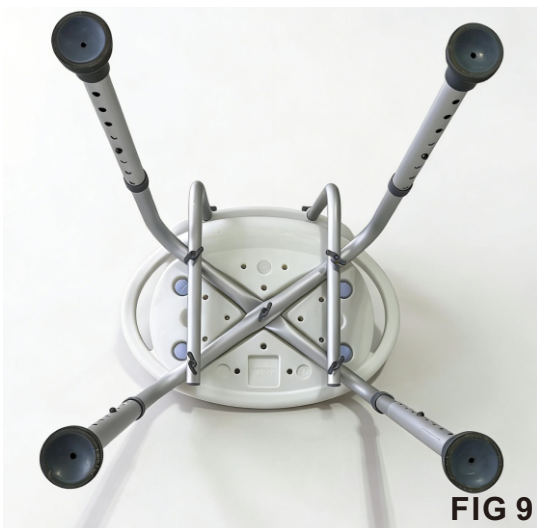
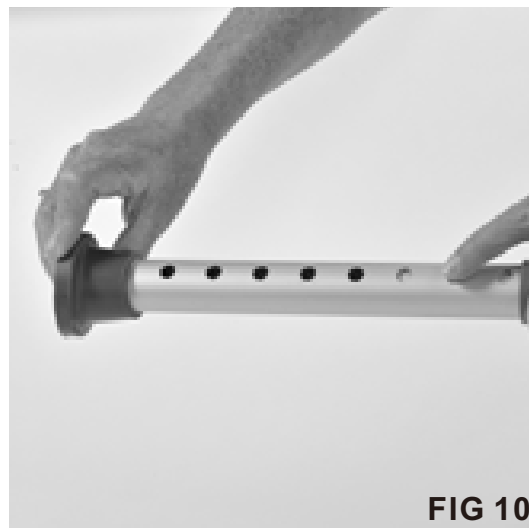

FIG 9
FIG 10
- Pegue na primeira perna ajustável com pé de borracha e ligue-a ao suporte em forma de U para as pernas (consulte a FIG. 9). Com o polegar, pressione o botão no suporte em forma de U para as pernas. A perna ajustável com pé de borracha deslizará então para o suporte em forma de U para as pernas. (Consulte a FIG. 10)